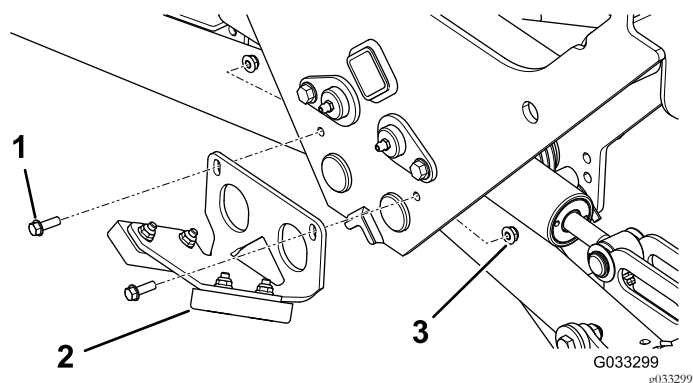

**Figura 20**
1. Bullone a testa flangiata, preesistente (2)
2. Paraurti arrotondato, preesistente (2) – da eliminare
4. Montate (senza fissarlo) il gruppo paraurti anteriore e le rondelle, come mostrato nella Figura 20.